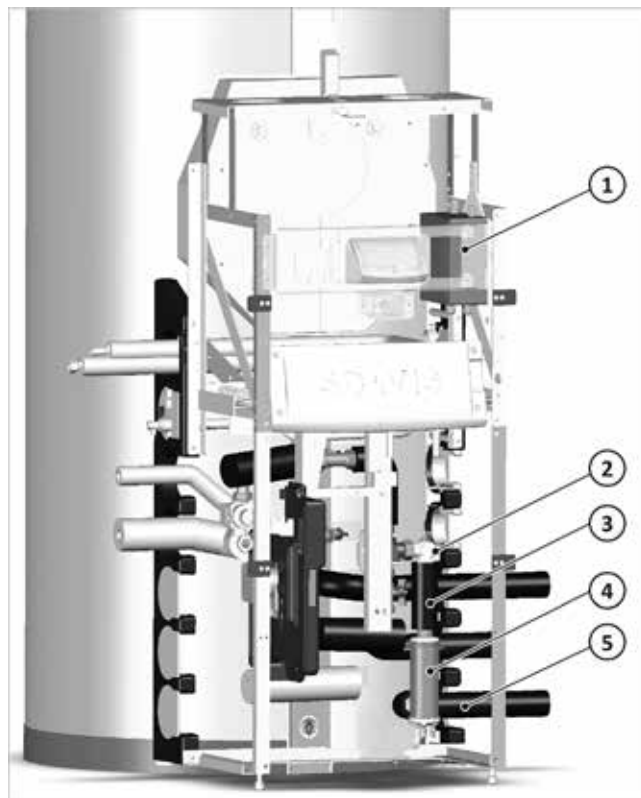

Fig. 19 : position des composants dans le module de charge
➔ La fig. 19 présente la position du boîtier de raccordement et de la cartouche chauffante dans le module de charge. Les tuyaux de raccordement de l'aller de la pompe
1. Visser le boîtier de raccordement fourni en haut du module de charge, cf. ➔ fig. 19 (1).